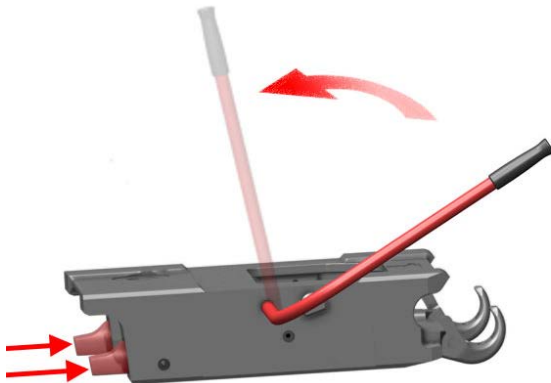

Abbildung 44: Entriegeln
- b) Betätigen Sie den Riegelhebel gegen den Uhrzeigersinn siehe *Abbildung 44* bis zum Endanschlag.